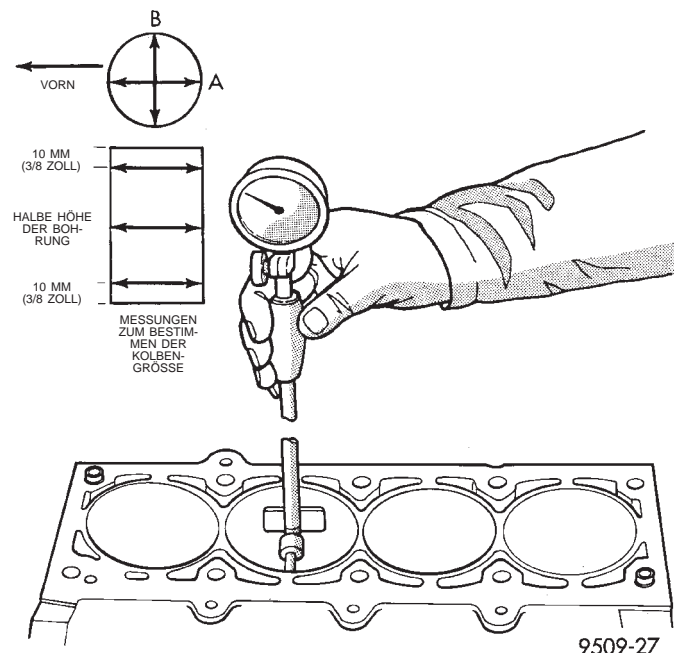

Abb. 75 Ausmessen der Zylinderbohrungen
(1) Eine Meßuhr ist zum Ausmessen des Durchmessers jeder Zylinderbohrung unbedingt erforderlich (Abb. 75). Zur richtigen Auswahl des Kolbens ist eine Meßuhr mit einer Ablesegenauigkeit von 0,003 mm (0,0001 Zoll) erforderlich. Ist keine Meßuhr verfügbar, kein Innenmikrometer verwenden.